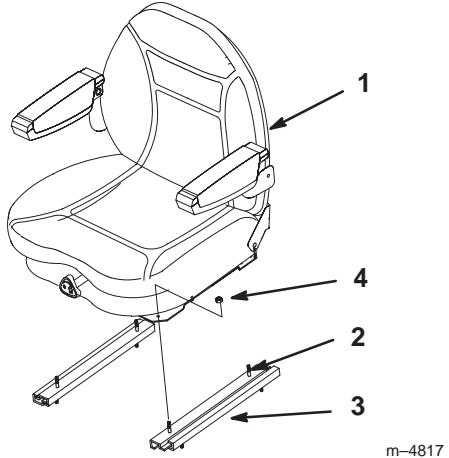

Figure 3
2. Placez le siège sur les goujons dans les glissières réglables (Fig. 3).
3. Placez les écrous sur les goujons (Fig. 3).